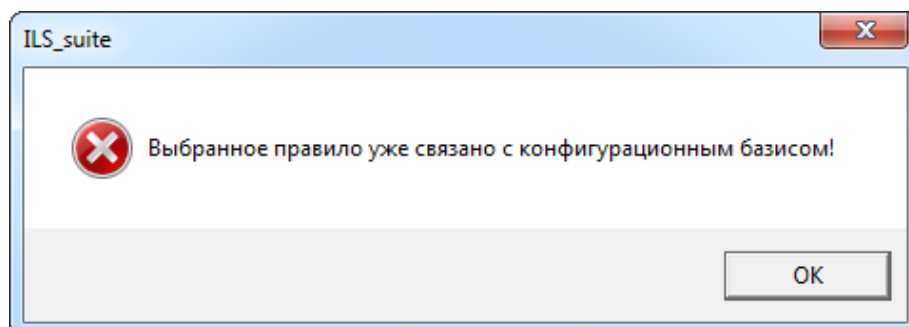

Рис. 13-60 – Сообщение об ошибке при попытке повторного включения правила в базис
6) Если выбранное правило уже имеется в конфигурационном базисе, то выводится сообщение об ошибке (рис. 13-60).